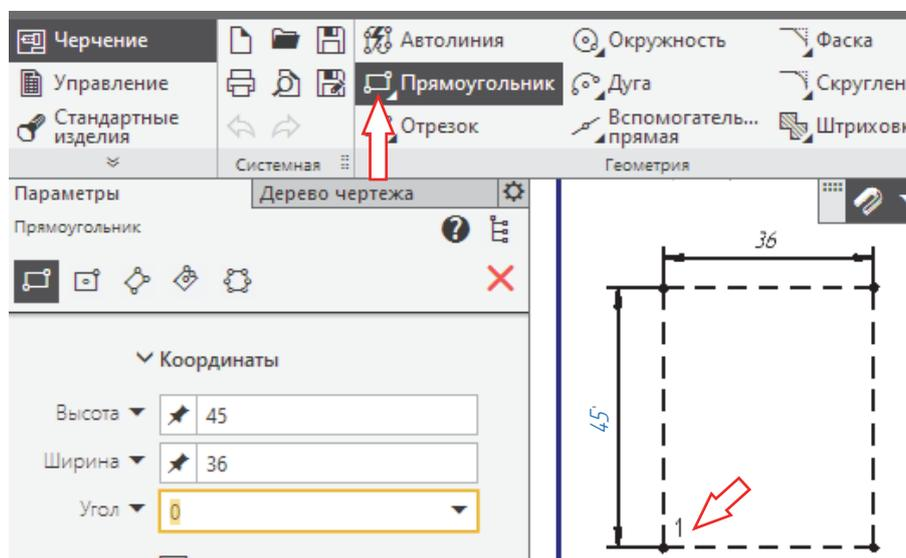

Рис. 1.14
1. Вызвать команду **Черчение** → **Прямоугольник** (рис. 1.14). По умолчанию система автоматически переходит к режиму построения **По двум вершинам** .